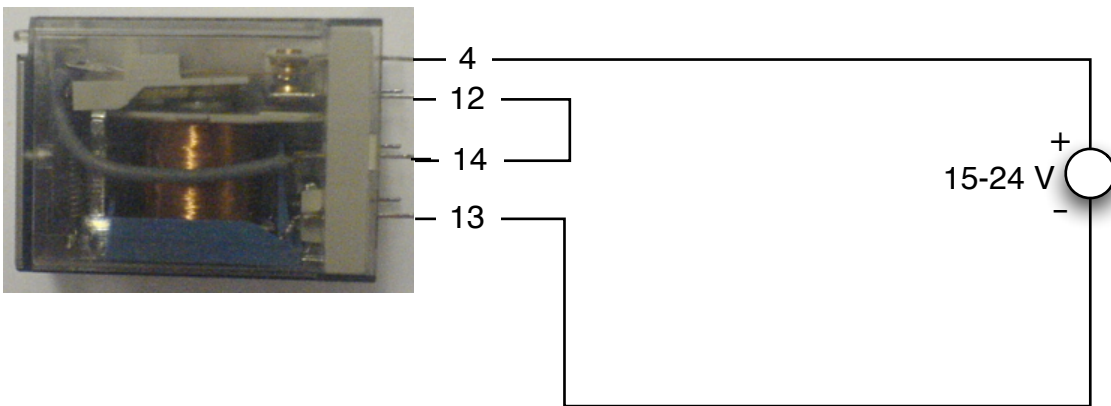

Fig.71
- 6- Circuit de la figure 71 branché.